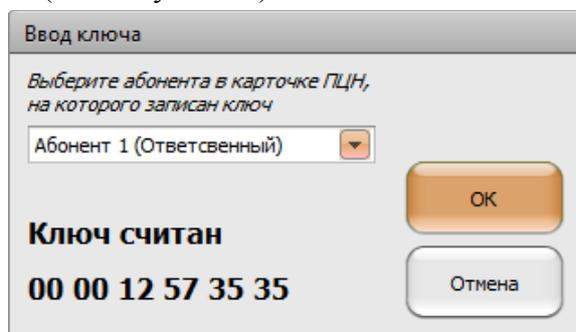

Рисунок 16.
6.33. Ввод ключей производится с помощью устройства ввода ключей (УВК). Перед использованием УВК на компьютере должен быть установлен драйвер «1 Wire Driver» из установочного пакета утилиты «ProgKO_6EGM.exe». УВК подключается к порту USB компьютера. На соответствующей закладке, например «Зона1» выбирается абонент и нажимается кнопка «Ввод ключа». После успешного считывания ключа появляется транспарант (см. Рисунок 16). После чего необходимо нажать кнопку «ОК».